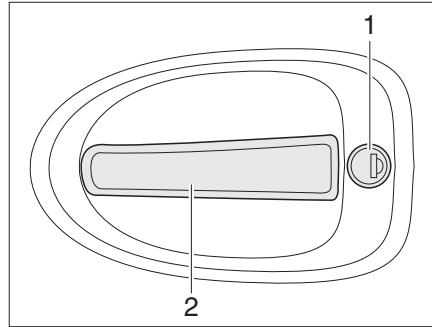

Fig. 43 Serratura della porta conducente, lato esterno
- Inserire la chiave nel cilindro della serratura (Fig. 43,1) e ruotare fino a quando la serratura della porta si sblocca.
- Tirare la maniglia della porta (Fig. 43,2). La porta è aperta.
- Inserire la chiave nel cilindro della serratura (Fig. 43,1) e ruotare fino a quando la serratura della porta si blocca.